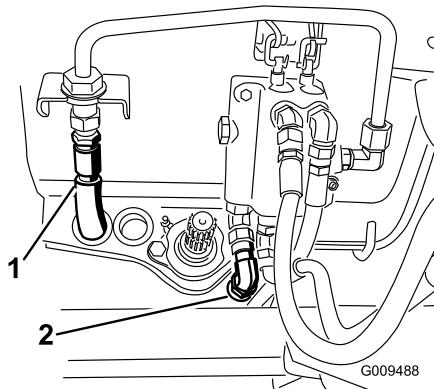

Figura 78
- Desconecte la manguera del depósito del tubo rígido de la válvula de control (Figura 78). Tapone la manguera y el acoplamiento. Tire de la manguera del depósito hacia la parte trasera de la máquina.
- Desconecte la manguera de presión de la válvula de control (Figura 78). Tapone la manguera y el acoplamiento. Tire de la manguera hacia la parte trasera de la máquina.